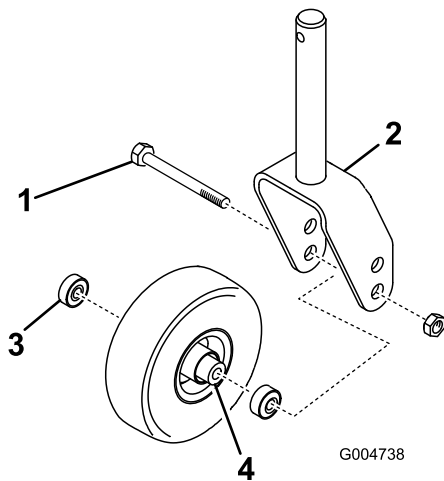
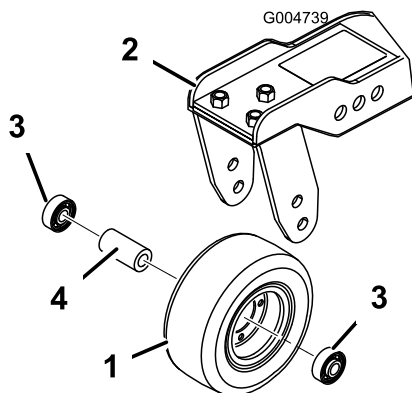

Figura 125
Figura 126
- Retire la contratuerca del perno que sujeta el conjunto de la rueda giratoria entre la horquilla (Figura 125) o al brazo de pivote (Figura 126).
- Retire el cojinete de la rueda y deje que se caiga el suplemento del cojinete (Figura 125 y Figura 126).